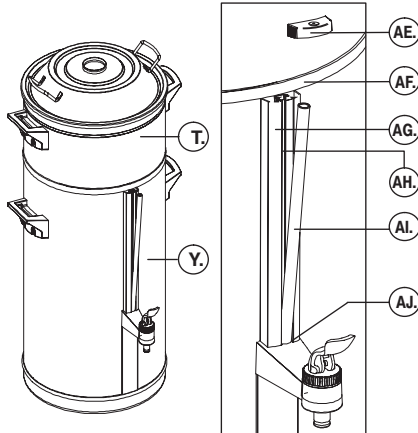

Abb. 10 Reinigung des Schauglases
- Reinigen Sie das Schauglas (Abb.10):